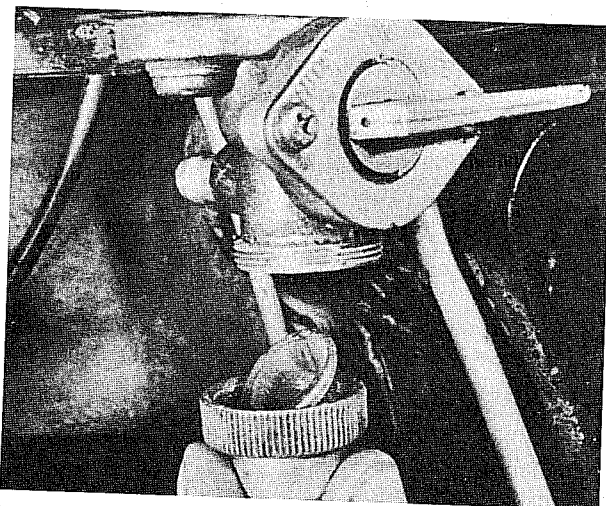

Bild 70
- Der Kraftstoffhahn wird von zwei Kreuzschlitzschrauben zu beiden Seiten des Hahnoberteils an der Unterseite der linken Tankhälfte gehalten. Eine Gummidichtung zwischen Hahn und Tank sorgt für gute Abdichtung. Das Filtergehäuse, das aussen handlich gerändelt ist, ist mit Gewinde in den eigentlichen Hahn eingeschraubt. Es wird linksherum losgeschraubt, und in seinem Innern hält es das Filtersieb (Bild 70).